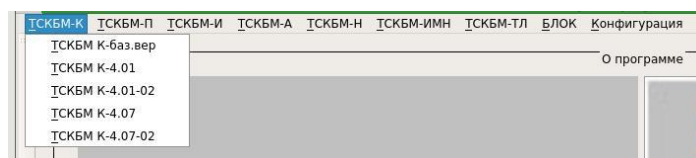

Рисунок 3.2.4.2 - Выбор ТСКБМ-К в меню испытаний программы «Board»
1) В меню «Испытания» программы «Board» откройте пункт «ТСКБМ-К» (рисунок 3.2.4.2).
- а) Рисунок 3.2.4.3 – для базового исполнения.